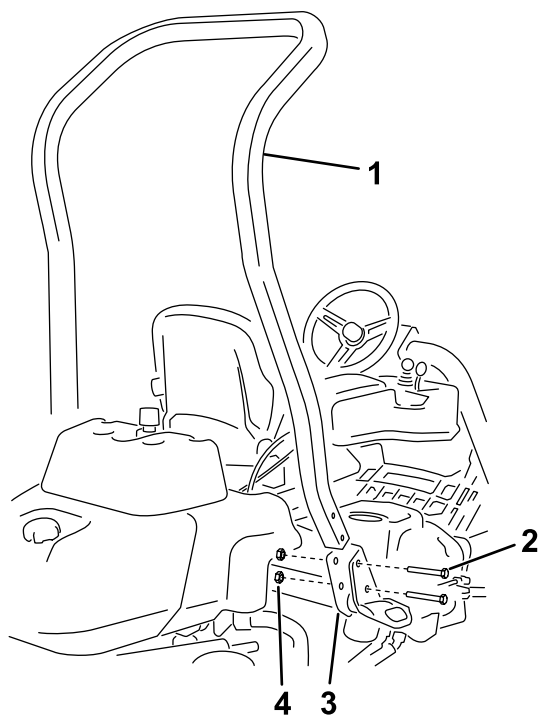

Рисунок 3
3. С помощью 4 болтов ($\frac{1}{2} \times 3\frac{3}{4}$ дюйма) и 4 фланцевых гаек ($\frac{1}{2}$ дюйма) установите защитную дугу в кронштейны конструкции ROPS на каждой стороне машины, как показано на Рисунок 3.